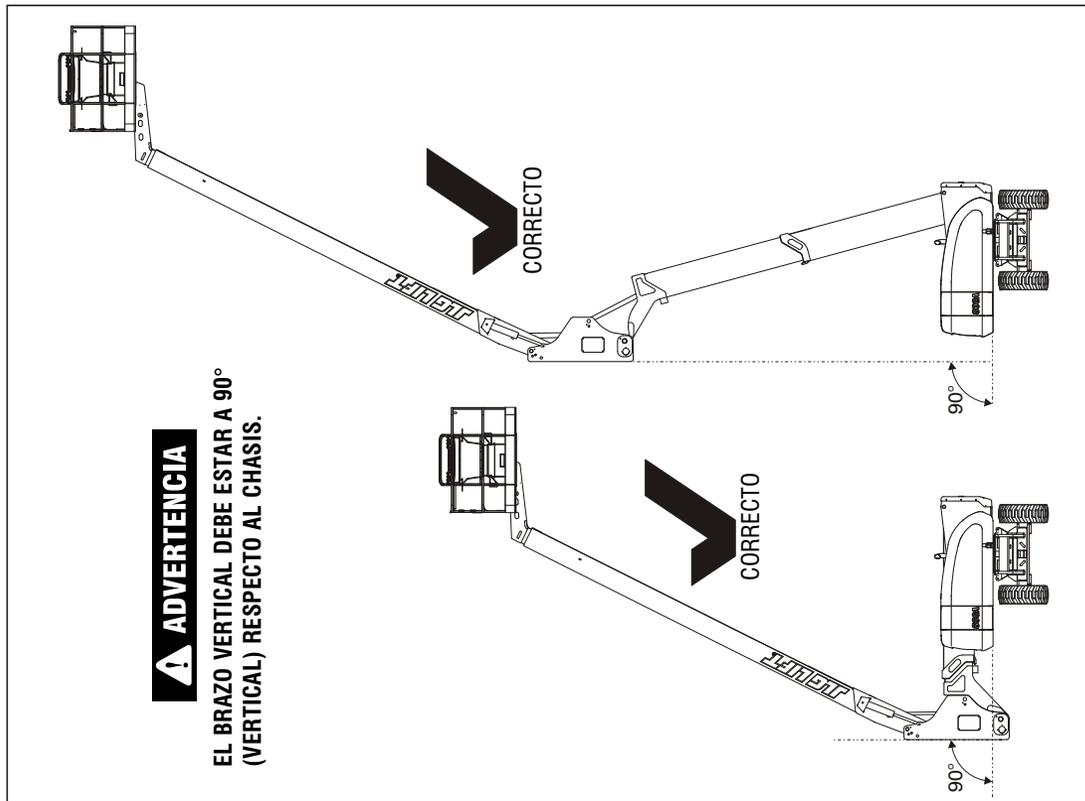
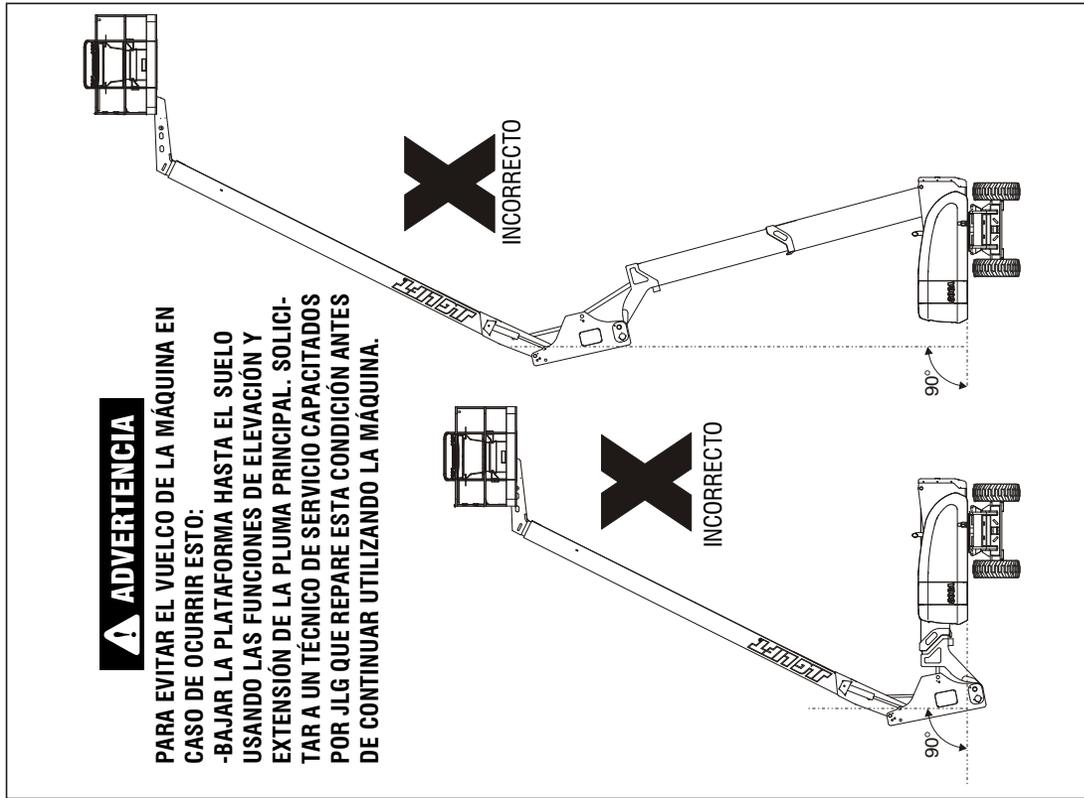

Figura 2-9. Colocación de brazo vertical de pluma - Correcto
Figura 2-10. Colocación de brazo vertical de pluma - Incorrecto
- 43. **Brazo vertical** - En posición vertical respecto al chasis. Consultar la Figura 2-9. y la Figura 2-10. Si no está alineado, no usar la máquina hasta que se haya sincronizado el brazo vertical de acuerdo con la Sección 4.16.
- c. Elevar la pluma de base de torre aproximadamente 40 grados, luego bajar nuevamente la pluma de torre por debajo de la posición horizontal. Mientras se eleva y baja el conjunto de pluma de torre, observar la posición del brazo de pluma de torre, asegurar que el brazo vertical permanezca vertical respecto al chasis. Consultar la Figura 2-9. y la Figura 2-10.